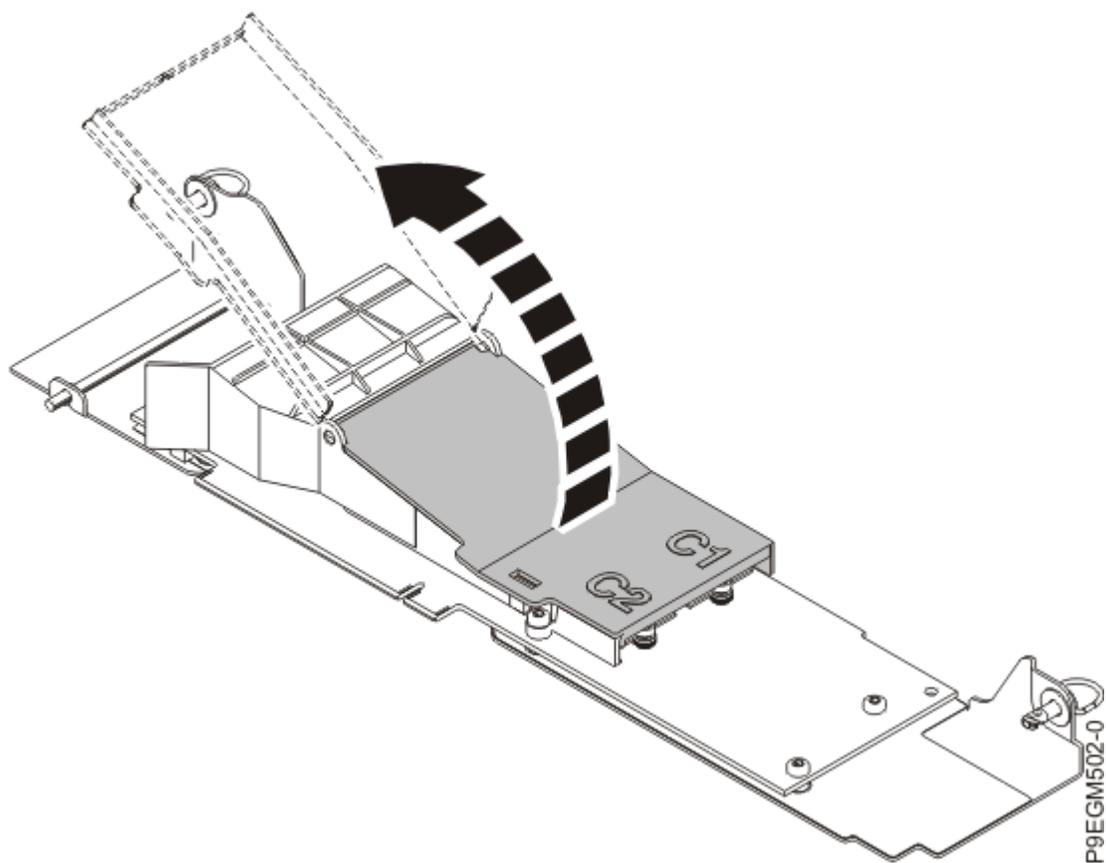

図 27. NVMe M.2 キャリア・カード・カバーを持ち上げる
- a) プルタブの近くを引き上げて、NVMe M.2 キャリア・カードの黒いカバーを持ち上げます (33 ページの図 27 を参照)。